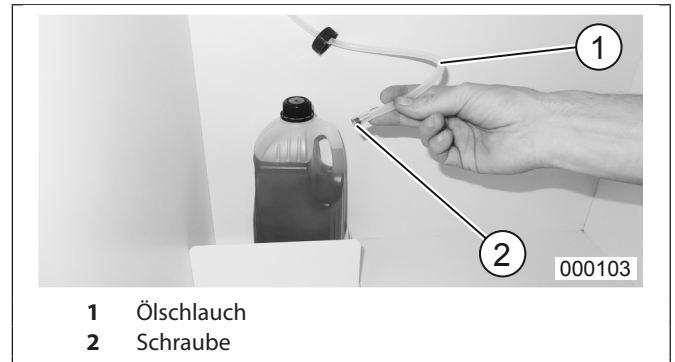

Abb.2 Ölermontage
3. Für die Ölermontage die Schraube (Abb.2/2) aus dem Ölschlauch (Abb.2/1) entfernen.